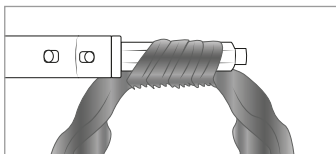

Fig. 5
❶ Remarques
- ▶ Pour une meilleure tenue au niveau de la racine des cheveux, positionnez l'embout à boucler à l'horizontale (voir fig. 5).